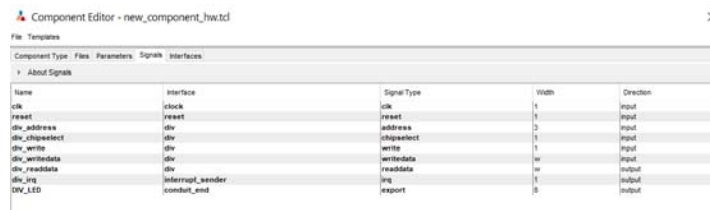

Figura 11. Mapeo de las señales E/S a las diferentes interfaces Avalon.
- Repita el procedimiento anterior para la señal *div_led*, añadiendo una nueva interface tipo *Conduit* y mapeada a una señal a exportar como se observa en la figura 11.